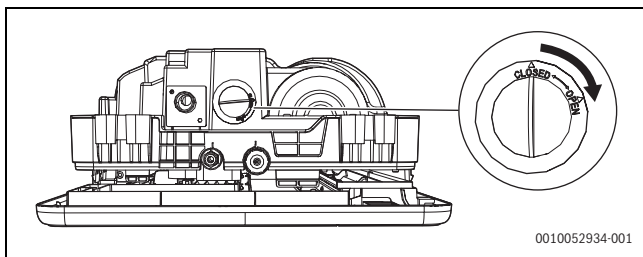

Fig. 36
- Aprire il tappo dell'acqua di test (→ Fig. 36) sul corpo della macchina; il tappo dovrà essere svitato durante il test di scarico per verificare l'accensione della pompa di scarico ed escludere problemi con la pompa di scarico.